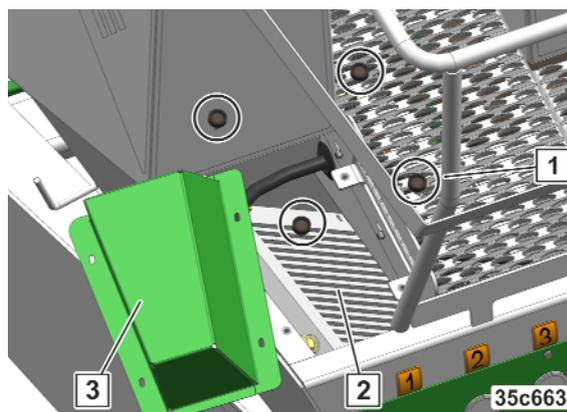

Fig. 313
2. Nettoyer la grille de protection de l'aspiration de la turbine (Fig. 313/3).
3. Desserrer et retirer tous les écrous moletés (Fig. 313/1).
5. Nettoyer l'échangeur thermique (Fig. 313/2).